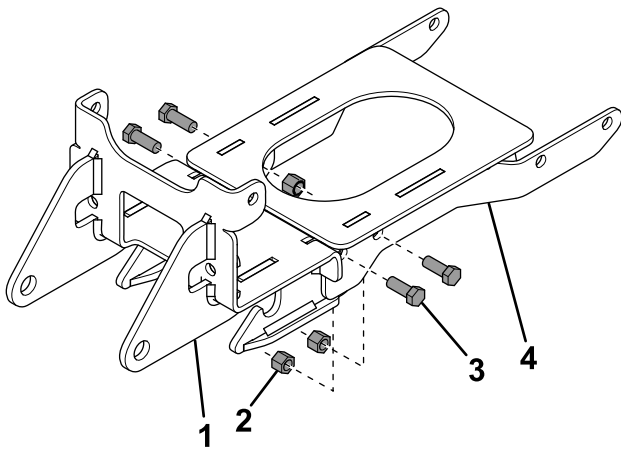

Figure 2
3. Fixez sans le serrer le support arrière à la plaque de protection du chasse-neige à l'aide de 4 boulons et contre-écrous (Figure 2).